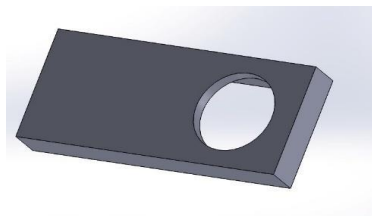

*Ilustración 8 Botón de borrado*
- En caso de error, el usuario puede corregir con el botón de borrado como se muestra en la imagen 8: